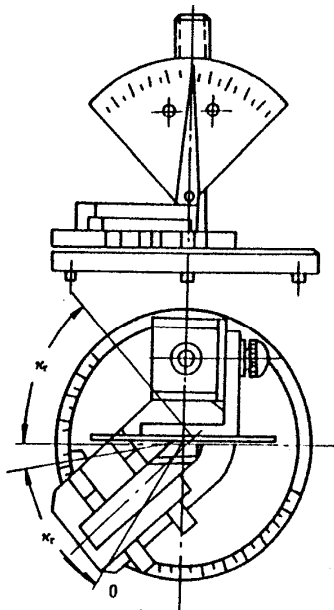

图 3 在基面 P_r 内测量主偏角 K_r 、副偏角 K_r'
(2)在基面 P_r 内测量主偏角 K_r 、副偏角 K_r' ：旋转测量台，使主刀刃与大指度片的大面贴合，如图 3 所示，根据主偏角定义，即可直接在底座上读出主偏角 K_r 的数值。同理，旋转测量台，使副刀刃与大指度片的大面贴合，即可直接在底座上读出副偏角 K_r' 的数值。